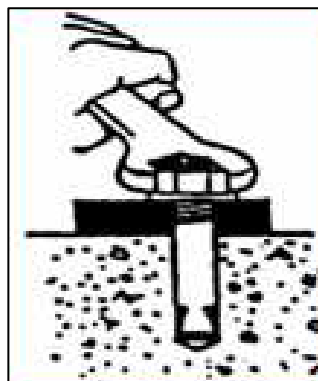

Рис.18
- После выставления уровня, затянуть анкерные болты (рис. 18)